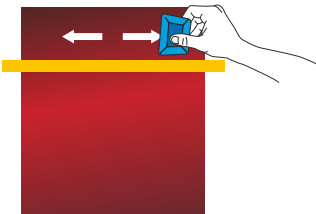

Figure07
- ▶ Commencer le collage du film avec une raclette (préalablement recouverte de feutrine) formant un angle à 45° et un sens d'application du centre vers les bords. (FIG. 07)